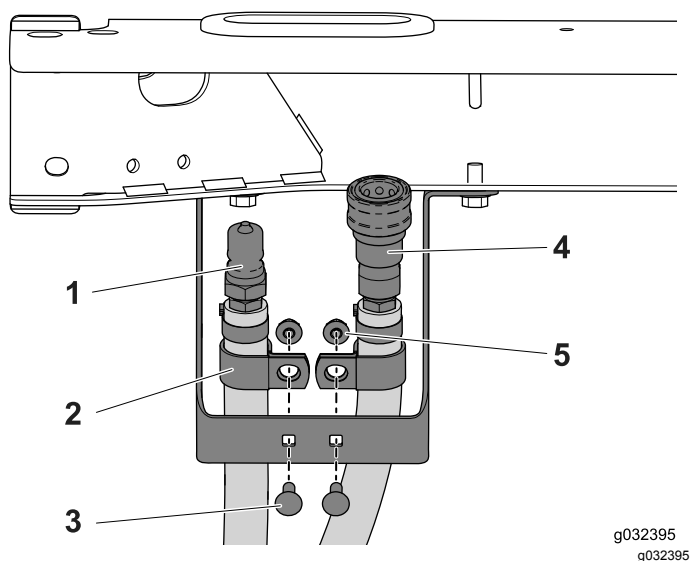

Figura 18
- Posicione um grampo em R por cima de cada tubo (Figura 18).
- Utilize os 2 parafusos de carroçaria (1/4 pol. x 3/4 pol.) e porcas flangeadas para instalar o grampo em R e o conjunto do tubo na montagem do suporte (Figura 18).